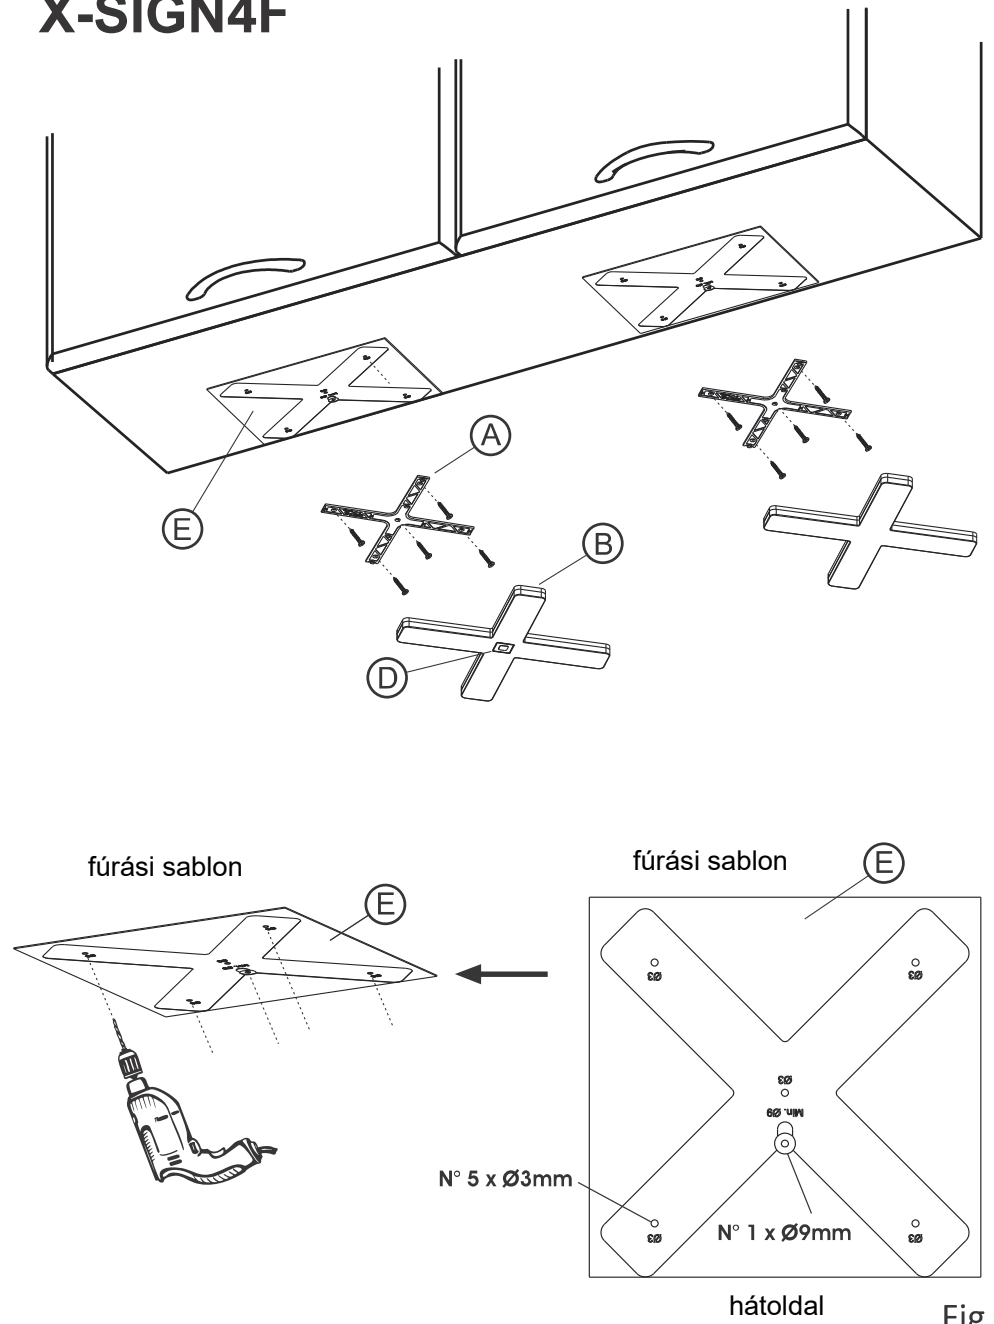
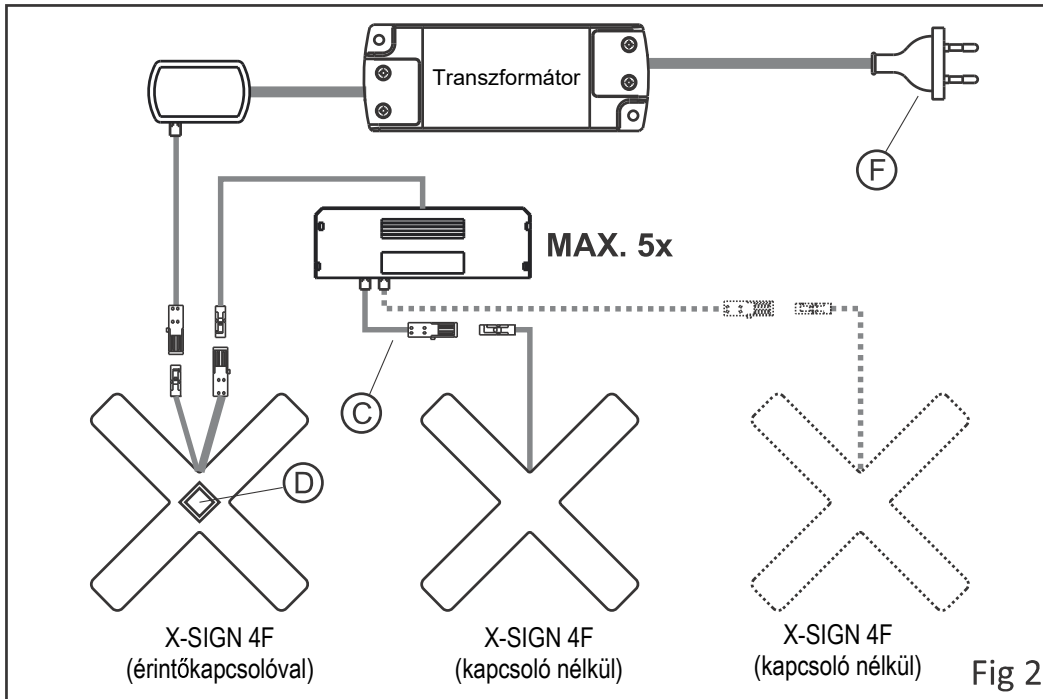

Fig 1
Fig 2
- Használja a fúrési sablont (E) a készülék megfelelő pozicionálásához
- Helyezze a sablont a felső szekrényelem hátsó éléhez és fúrja ki a jelzett furatokat: 5×Ø3mm + 1×Ø9mm lyukat a kábelkivezetéshez. Lásd: Fig 1.
- Rögzítse a keretet (A) a csomagban található csavarokkal
- Csatlakoztassa a lámpákat és a transzformátort (Fig. 2,3,4,5), használja a toldó kábelt (C) ha szükséges.
- Csatlakoztassa a transzformátor villásdugóját (F) az elektromos hálózatra (230V 50/60Hz).